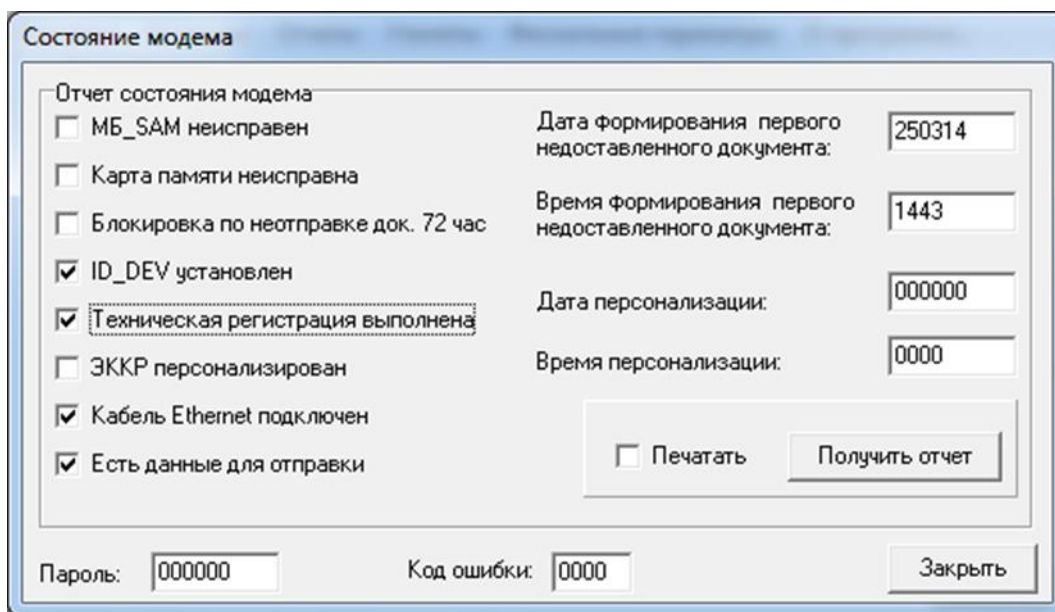

Рисунок 28
5.13 У вікні, що з'явиться перевірити пункти, відмічені позначками (рисунок 28).